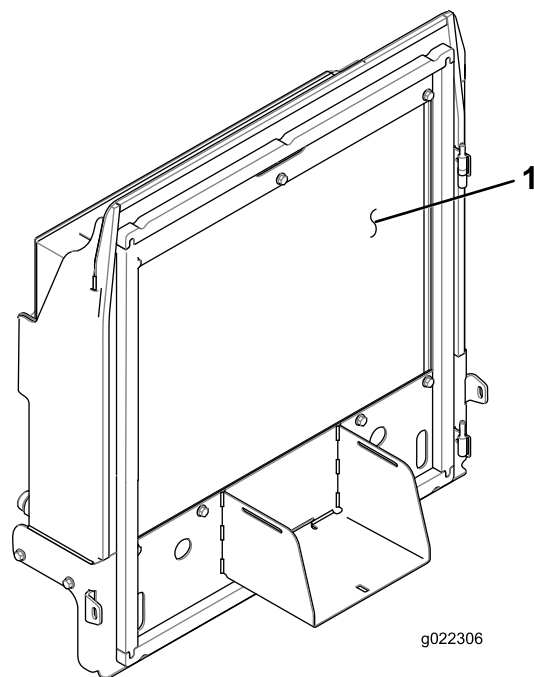

図 86
4. ラジエターとオイルクーラの裏表(図 86)を圧縮空気で丁寧に清掃する。